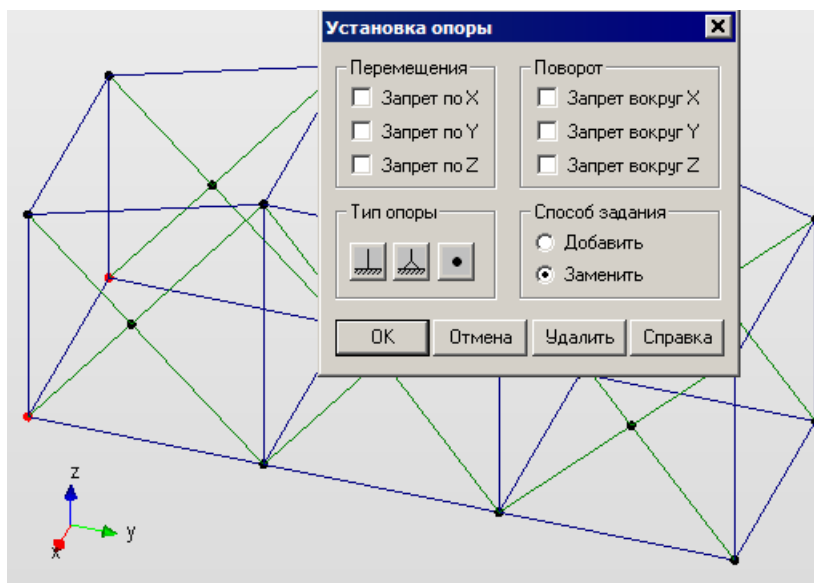

Рис. 2.1.8. Установка опор
**Опора** (меню **Рисование/Опора**) и щелкаем на одном из выделенных узлов. Открывается диалоговое окно **Установка опоры** (рис. 2.1.8), в полях ввода которого задаем тип устанавливаемых опор.